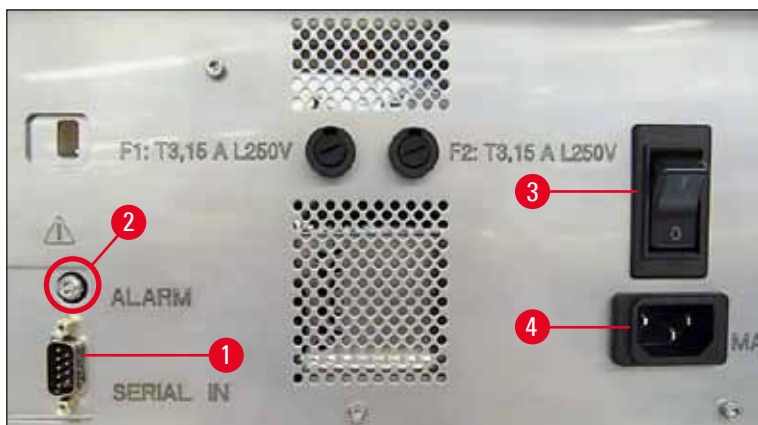

Fig. 31
- ① Tilslutningerne til strøm sidder på apparatets bagpanel (→ "Fig. 31").